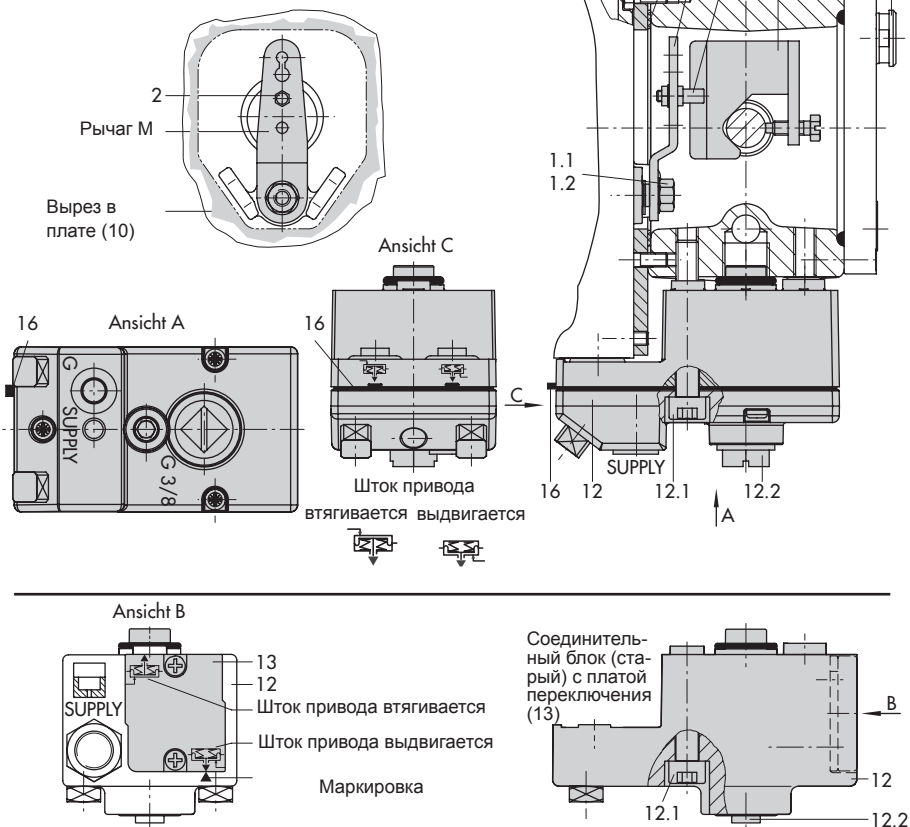

Рис. 4: Прямой монтаж – штуцер регулирующего сигнала на привод Тип 3277 175–750 см2
##### Приводы 175–750 см2 (см. рис. 4)
- Установите зажим следящего механизма (3) на шток привода, выровняйте и зафиксируйте таким образом, чтобы крепёжный болт находился в пазе штока привода.
- Зафиксируйте крышку (10) так, чтобы узкая сторона выреза (рис. 4 слева) была направлена к штуцеру управляющего сигнала, а наклеенная уплотнительная прокладка (14) указывала в сторону рамы привода.
- У приводов 355/700/750 см2 на рычаге М (1) с обратной стороны позиционера извлеките передающий штифт (2) из положения 35, вставьте в отверстие для положения 50 и закрепите.